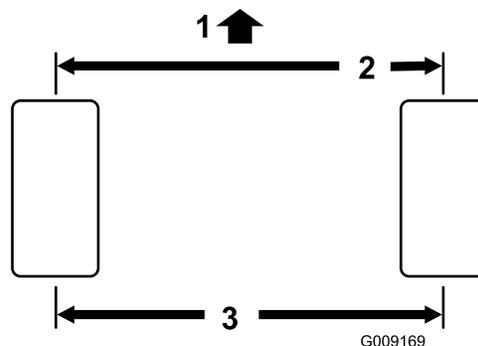

Figure 65
2. Mesurez l'entraxe (à hauteur d'essieu) à l'avant et à l'arrière des roues directrices (Figure 65).